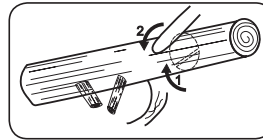

Fig. 12B
2. Pour un tronc supporté dans une seule extrémité : pratiquez d'abord une coupe depuis le bas jusqu'à 1/3 du diamètre du tronc pour éviter une fissure longitudinale. Ensuite terminez la coupe d'en haut de façon à ce qu'elle rejoigne la première coupe et que vous évitiez de bloquer le guide-chaîne. (Fig. 12B).